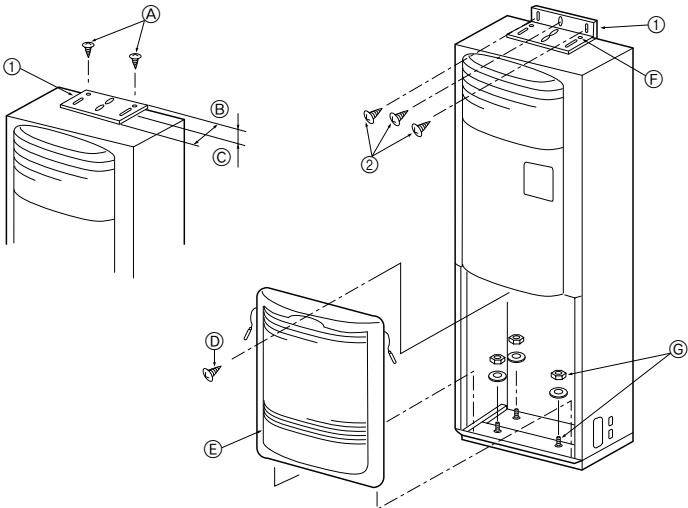

Fig. 3-2
3.2. Applique anti-bascule (Fig. 3-2)